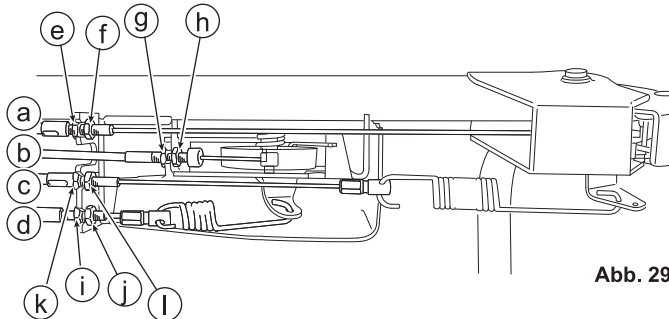

Abb. 29
8.6.1 Gashebel (Siehe Abb. 29 und 30)
8.6.2 Klingenhebel (Siehe Abb. 29 und 31)
3. Vergewissern Sie sich, dass die Klinge vollständig anhält, wenn der Klingenhebel (C) gelöst wird.
8.6.3 Kupplungshebel (Siehe Abb. 29 und 32)
3. Vergewissern Sie sich, dass die Maschine rückwärts gezogen werden kann, wenn der Kupplungshebel (B) gelöst ist.
8.6.4 Ganghebel (Siehe Abb. 29 und 33)